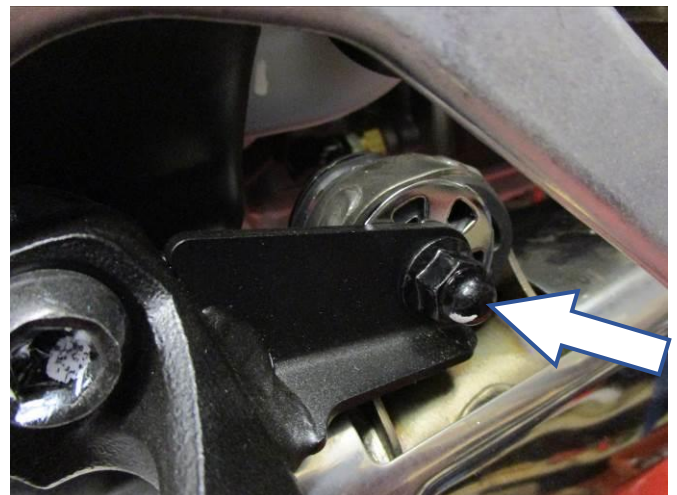

Abbildung 10
- Entfernen Sie die Mutter, die in **Abbildung 10** gekennzeichnet ist und entfernen Sie die Schraube vom Rahmen.